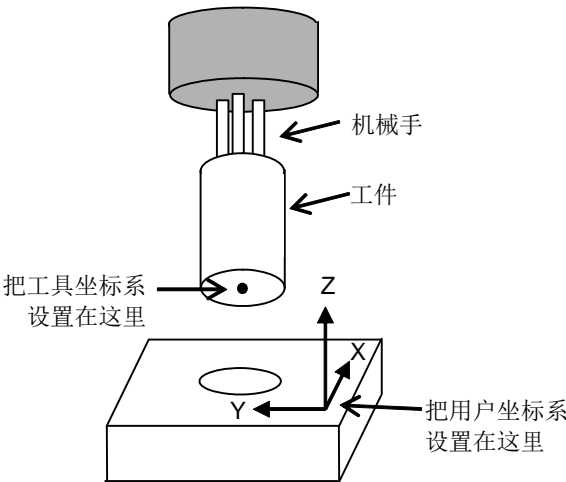

图 3.2(a) 用户、工具坐标系的设置
- 1 如图 3.2(a)所示，对工具坐标系、用户坐标系进行示教。
- 2 选择上述的工具坐标系、用户坐标系，如图 3.2(b)的程序例所示，创建机器人的动作程序，并对接近点（从通常的位置控制切换到力觉控制的点）进行示教。
力觉控制有多个功能（请参阅“3.3 力觉控制命令”），根据功能不同，接近点的示教方法也不同。此接近点的示教，要参考图 3.2(c)正确进行。